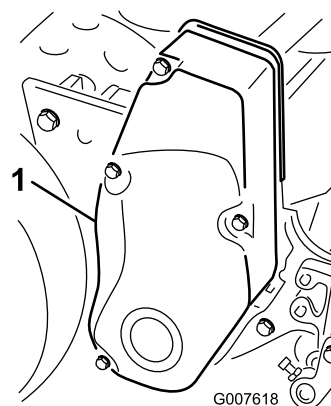

Рисунок 35
1. Снимите детали крепления и кожух ремня, чтобы открыть доступ к ремню (Рисунок 35).